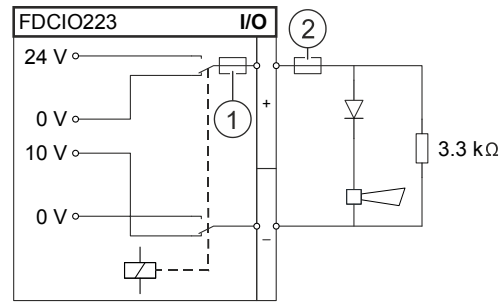

Fig. 9
- Fig. 9 Control line featuring reversed-polarity monitoring
- Fig. 9 Línea de mando con monitorización de polaridad inversa
- Fig. 9 Steuerlinie mit gegenpoliger Überwachung
- Fig. 9 Linea di comando con monitoraggio caratterizzato dalla polarità opposta
- Fig. 9 Ligne de commande avec surveillance de pôles opposés